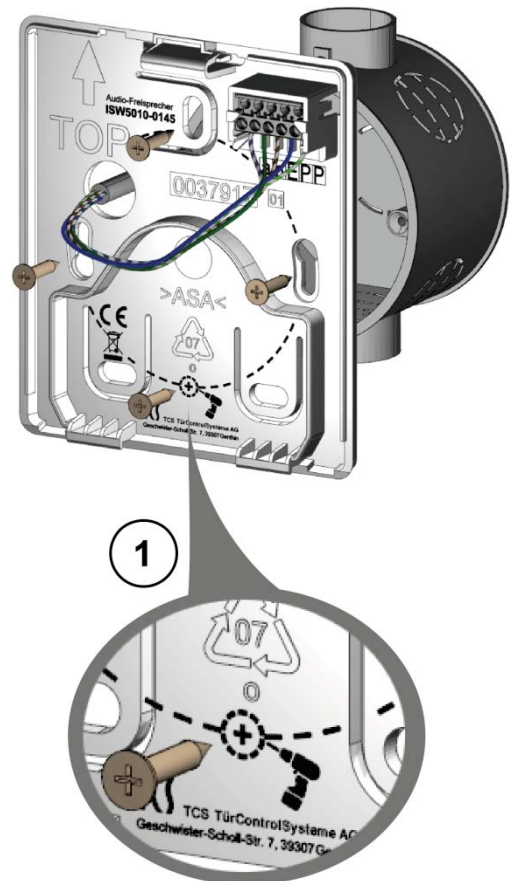

Abb. 3: Montageschale auf UP-Dose montieren
- ▶ Bohren Sie ein max. Ø 4 mm Loch durch die Markierung auf der Montageschale (1).
- ▶ Schrauben Sie die Montageschale an der Unterputzdose fest (Abb. 3).